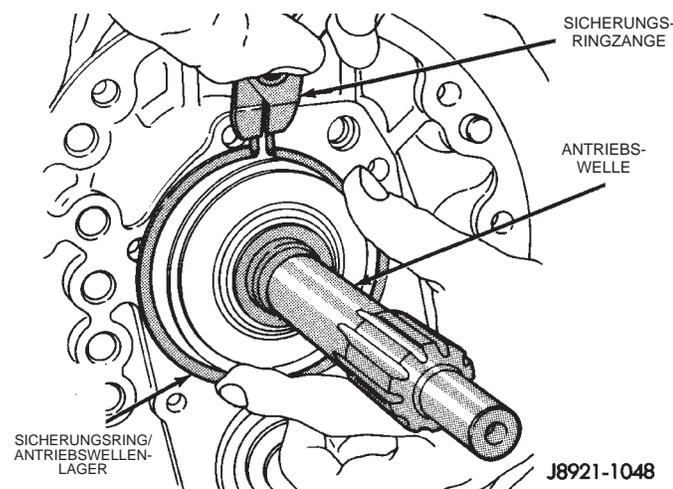

Abb. 32 Sicherungsring des Antriebswellenlagers ausbauen
(21) Den Sicherungsring des Antriebswellenlagers entfernen (Abb. 32).